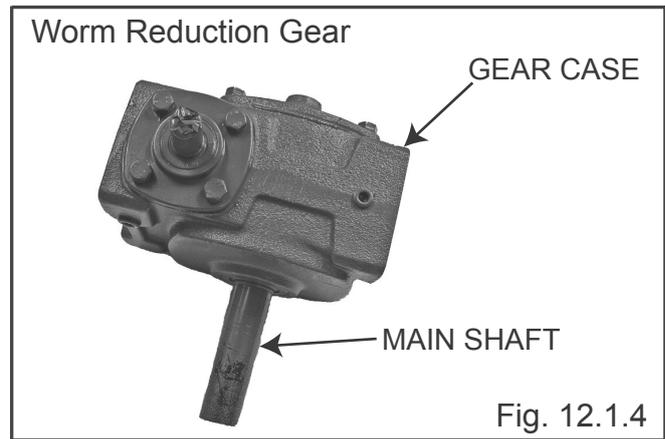

Fig. 12.1.4
4. Check Main Shaft(Fig.12.1.4)